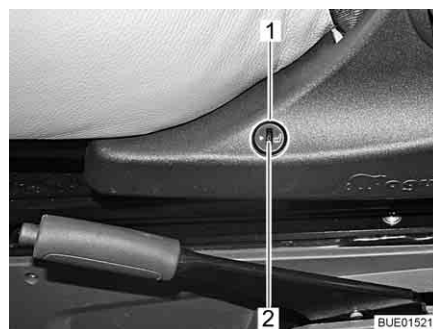

Fig. 24 Interruptor Calefacción de asiento
Conectar la calefacción de asiento: ■ Pulsar la parte inferior del interruptor (Fig. 24,1) en el lado izquierdo de la consola del asiento.
- Para ajustar una potencia calorífica más baja, girar la rueda de ajuste (Fig. 24,2) hacia "0".
- Para ajustar una potencia calorífica más alta, girar la rueda de ajuste (Fig. 24,2) hacia "5".
- Pulsar la parte superior del interruptor (Fig. 24,1) en el lado izquierdo de la consola del asiento.